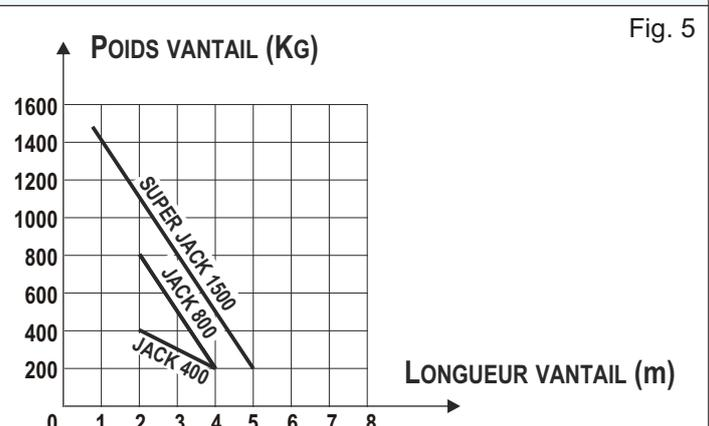

Fig. 5
- 2.2. Prévoir un TUYAU D'EVACUATION EN PVC D'AU MOINS 40 mm Ø POUR LE DRAINAGE DE L'EAU DE PLUIE, à insérer dans la fente appropriée du caisson avant qu'il soit cimenté (Fig. 5);
- 2.3. Prévoir une GAINÉ FLEXIBLE EN PLASTIQUE D'AU MOINS 32 mm Ø POUR LE PASSAGE DES TUYAUX HYDRAULIQUES, à insérer dans la fente du caisson avant qu'il soit cimenté (Fig.5) et qui **DOIT ÊTRE AMENÉE JUSQU'AU BOÎTIER DE L'UNITÉ HYDRAULIQUE «LIRA»**